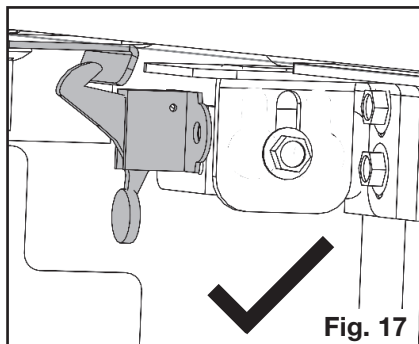

Fig. 17
13. Vérifiez si les loquets sont bien positionnés (Fig. 17). Ajustez les loquets, si nécessaire. Resserrez bien les vis, mais sans serrer excessivement.